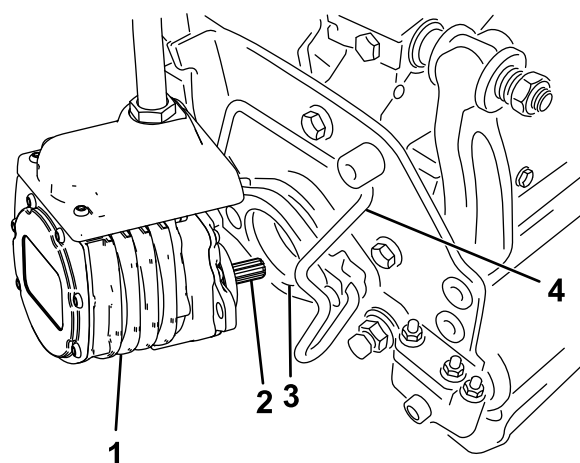

Figura 55
6. Spalmate del grasso pulito sull'albero scanalato del motore dell'apparato di taglio (Figura 55).
7. Inserite il motore nel lato sinistro dell'apparato di taglio (come mostrato dalla posizione dell'operatore) e tirate la barra di fissaggio del motore sull'apparato di taglio verso il motore stesso fino a udire chiaramente uno scatto da ambo i lati del motore (Figura 55).